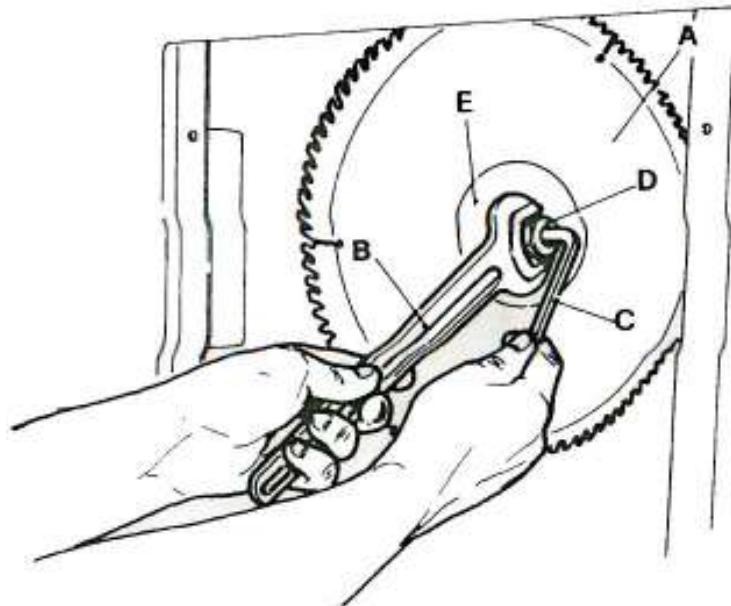

Рис. 12
- Согласно Рис. 12, используя ключ В, зафиксировать гайку D, затем вставить шестигранный ключ С в канавку вала, повернуть В и С в противоположном направлении, чтобы ослабить гайку D. Снять крышку Е и пильный диск, затем установить новый пильный диск и собрать в обратном порядке. Обратить внимание на направление зубьев.